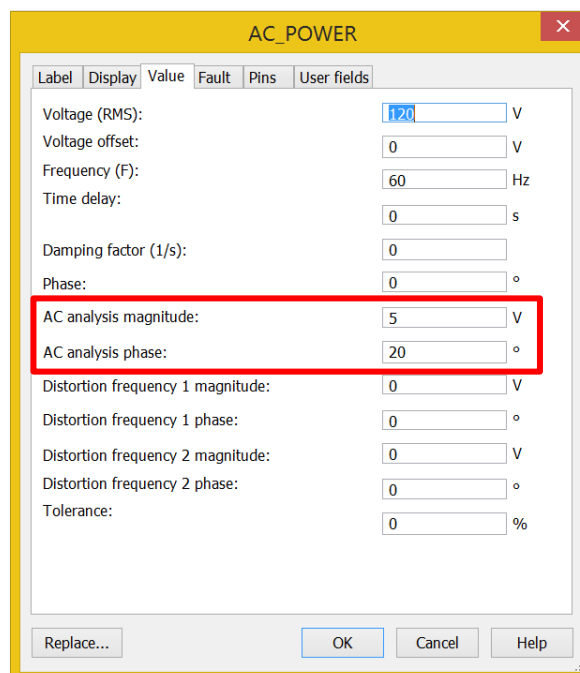

Figura 14. Configuração de magnitude e fase da Fonte AC para a análise AC.
**ATENÇÃO:** Para esta análise, todos os parâmetros da fonte AC são ignorados, exceto os parâmetros de magnitude e fase utilizados na simulação AC, conforme mostrado na Figura 14. Mesmo que seja uma fonte de tensão triangular, quadrada ou de qualquer outra forma, a simulação AC ignorará isso e utilizará uma fonte senoidal.